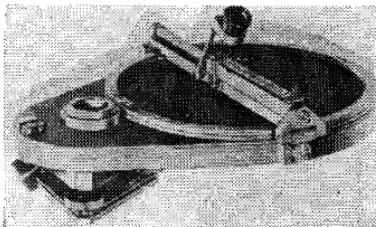

Рис. 25. Картографический столик Karti
4.10. Картографический столик Karti (рис. 25) в комплекте с тахеометрами Dahlt 010A, Redta 002, BRT 006 и теодолитами Theo 020A и Theo 030A предназначен для выполнения съемочных работ с составлением топографического плана в процессе полевых измерений.